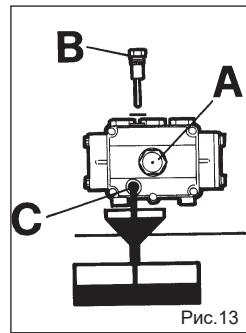

Рис.13
Периодически проверяйте масло в насосе высокого давления с помощью смотрового окончания (рис. 13А) или щупа (рис. 13В). Если масло приобрело молочный цвет, немедленно обратитесь в один из наших технических центров.
- 1) Открутите пробку отверстия для слива масла, расположенного внизу насоса (рис. 13С)
- 2) Открутите пробку с щупом (Рис. 13).